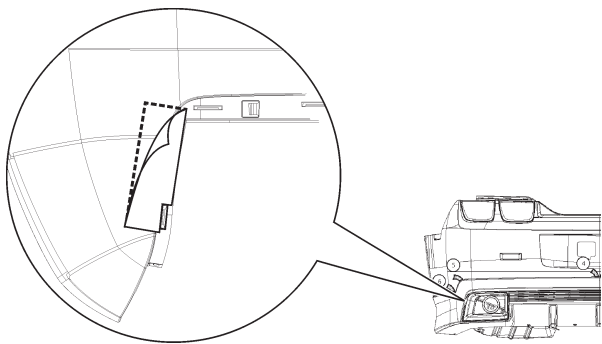

FIGURE 10
15. Nettoyez le secteur, enlevez le support, placez l'étape dans la bande à côté de l'ouverture de circlip et appliquez la bande suivant la découpe de fasce de véhicule. Se reporter à la Figure 10.